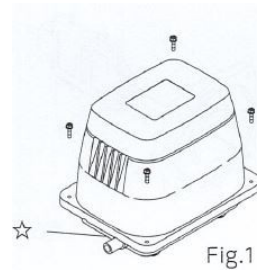

Fig.1
- Appuyer sur le bouton jaune du bornier pour réveiller l'écran (fig.1)